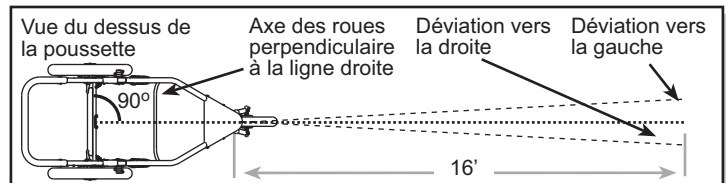

Fig. 12 Test de roulement de la poussette.
Remarque importante : Le réglage de l'alignement ne peut se faire que lorsque la fourche de la poussette est en position bloquée (mode jogging). Effectuez le test de roulement tel qu'il est décrit ci-dessous. Nous vous recommandons d'obtenir l'aide d'une autre personne pour procéder à ce test; celle-ci pourra attraper et vous renvoyer la poussette. La figure 12 illustre la marche à suivre pour effectuer ce test de roulement.
- d. Si la poussette tire de façon constante vers la gauche ou vers la droite alors qu'elle est poussée droit, passez aux étapes ci-dessous, cela jusqu'à ce que l'alignement soit satisfaisant. La figure 12 illustre la manière d'interpréter les résultats.